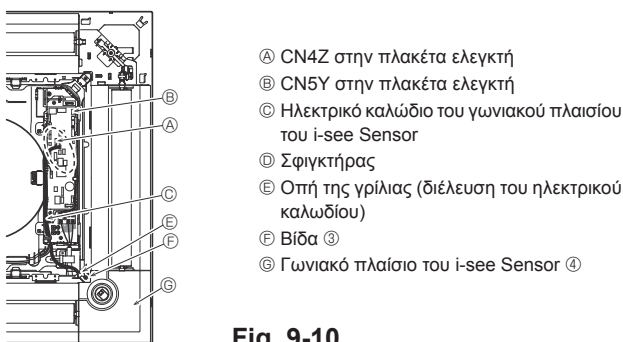

Fig. 9-10
9.4.6. Εγκατάσταση του γωνιακού πλαισίου του i-see Sensor (Fig. 9-10)